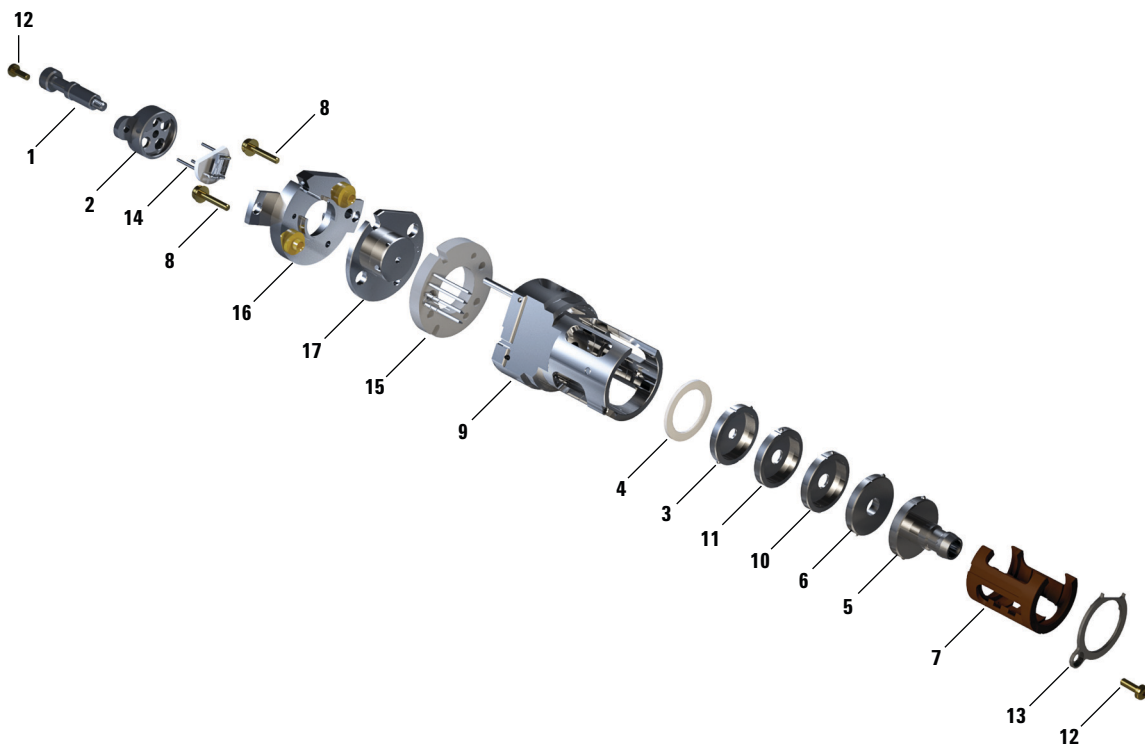

Figure 58. Montage de la source EI HES
Se reporter à la vue éclatée des pièces et à la liste des pièces de la source EI HES en suivant cette procédure. (Voir **Figure 58** et **Tableau 17** page 207).
- 3 Insérer l'ensemble lentilles revêtu dans l'isolant de la source. (Voir **Figure 58** page 207.) Les numéros gravés font face à l'ouverture s'étendant vers l'extrémité de la source. Vérifier si la céramique est bien située à l'extrémité de la source.
- 9 Fileter l'embout de préhension dans le bloc filament. (Voir **Figure 58** et **Tableau 17** page 207).
Tableau 17 Liste des pièces de la source EI HES (Figure 58)
Tableau 17 Liste des pièces de la source EI HES (Figure 58) (suite)